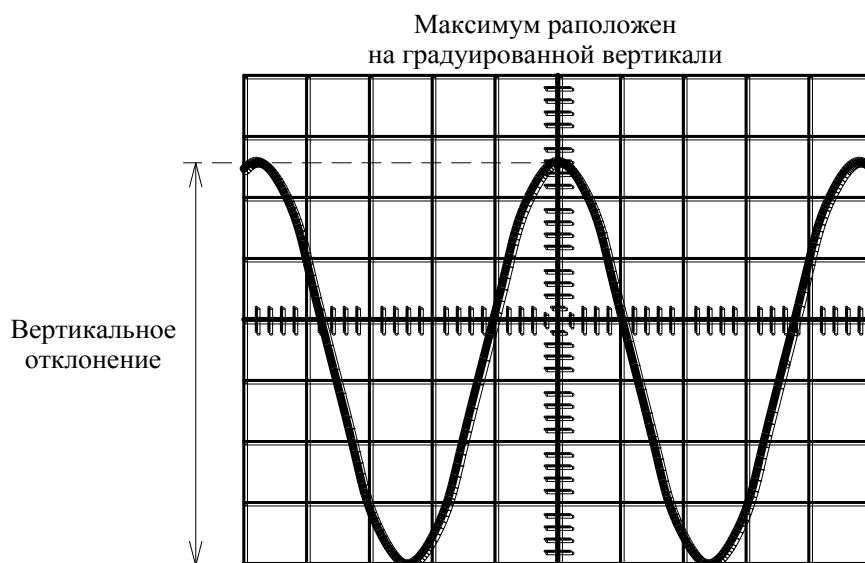

Рисунок 27 – Определение амплитуды сигнала
2.1.5) установите ручку «↑» так, чтобы нижний уровень сигнала совпадал с одной из нижних линий сетки, а верхний уровень находился в пределах рабочей части экрана. Ручкой «↔» сместите изображение таким образом, чтобы верхний уровень сигнала находился на центральной вертикальной линии (рисунок 27;